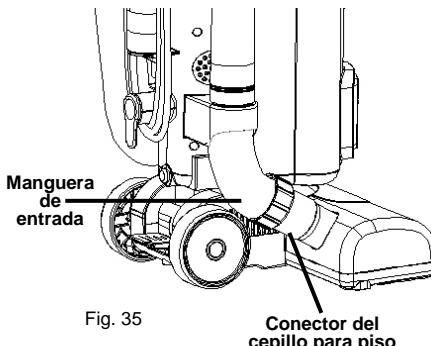

Fig. 35
2. Sostenga la manguera de entrada y extrágala del conector del cepillo para piso. (Fig. 35)